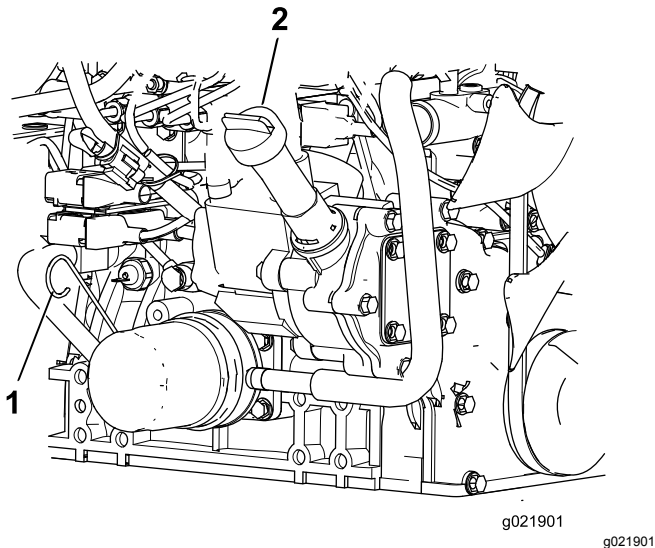

Bild 82
3. Entfernen Sie den Peilstab, wischen ihn ab und führen ihn wieder in das Rohr ein; ziehen Sie ihn dann wieder heraus. Der Ölstand sollte zwischen der NACHFÜLL- und VOLL-Markierung sein (Bild 82).
4. Wenn der Ölstand niedrig ist, entfernen Sie den Einfülldeckel und füllen Sie Öl ein, bis der Stand zwischen der VOLL- und NACHFÜLL-Markierung liegt (Bild 82).